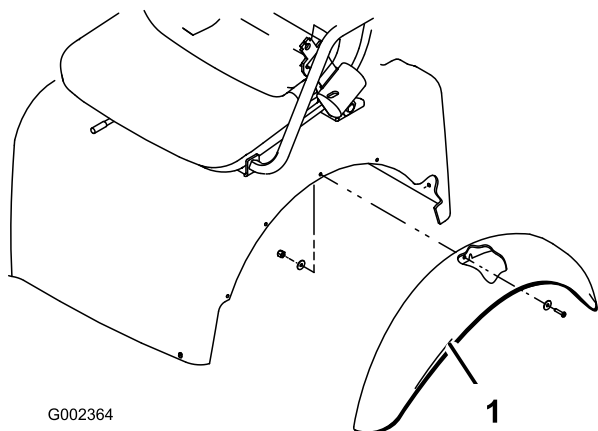

Figura 3
1. Desaperte as porcas de bloqueio e os parafusos que prendem o suporte das luzes da alavanca traseira dos suportes dos chassis da direita e esquerda (Figura 3).
3. Fixe a traseira de cada suporte de luzes traseiras à traseira do suporte dos chassis com um parafuso 5/16 x 1 pol., anilha plana e contraporca de 3/4" I.D. conforme ilustrado em Figura 3.